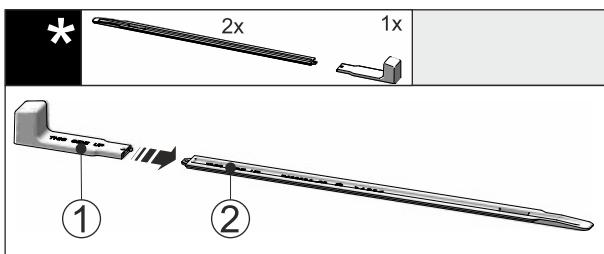

Fig. 51
- ▶ 将安装手柄 Fig. 51 (1) 插到水平导轨 Fig. 51 (2) 上。